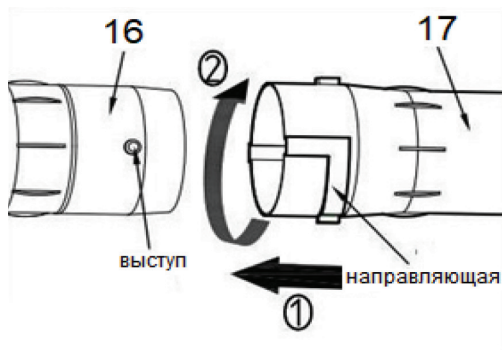

Рис. 5
6. Повторите процедуру установки для монтажа второй удлинительной трубы (16) и сопла (17) (рис. 5).